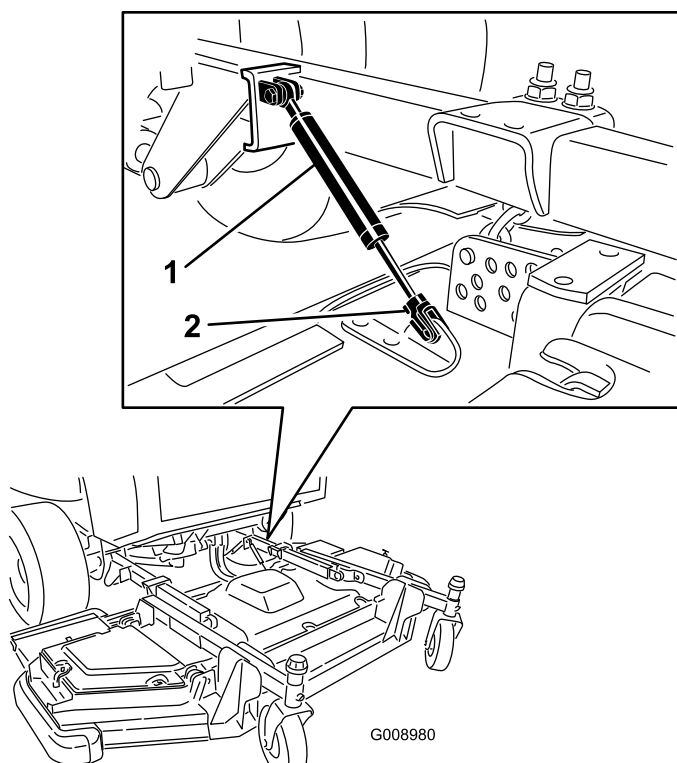

Figura 123
3. Retire o dispositivo de fixação e desligue o conjunto do amortecedor da plataforma do cortador (Figura 123).